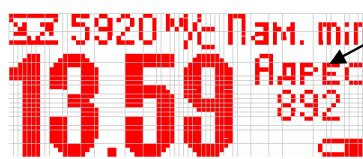

Рис.11
- для записи результата в следующую ячейку памяти нажать кнопку Δ и удерживать ее до кратковременного появления сообщения адреса ячейки (Рис.11)
- нажать кнопку ∇ и удерживать ее до кратковременного появления сообщения адреса ячейки (Рис.11)